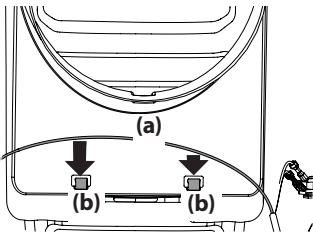

Figura 12
4. Asegure el arnés de faros delanteros (a) en las dos guías (b) del frente del pleno. Consulte la Figura 12.